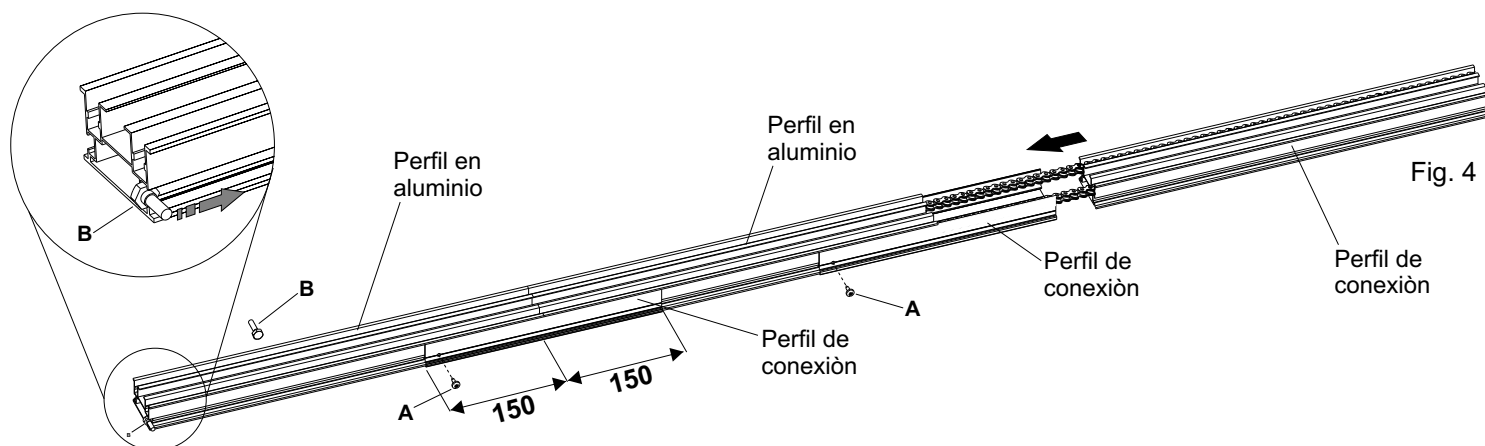
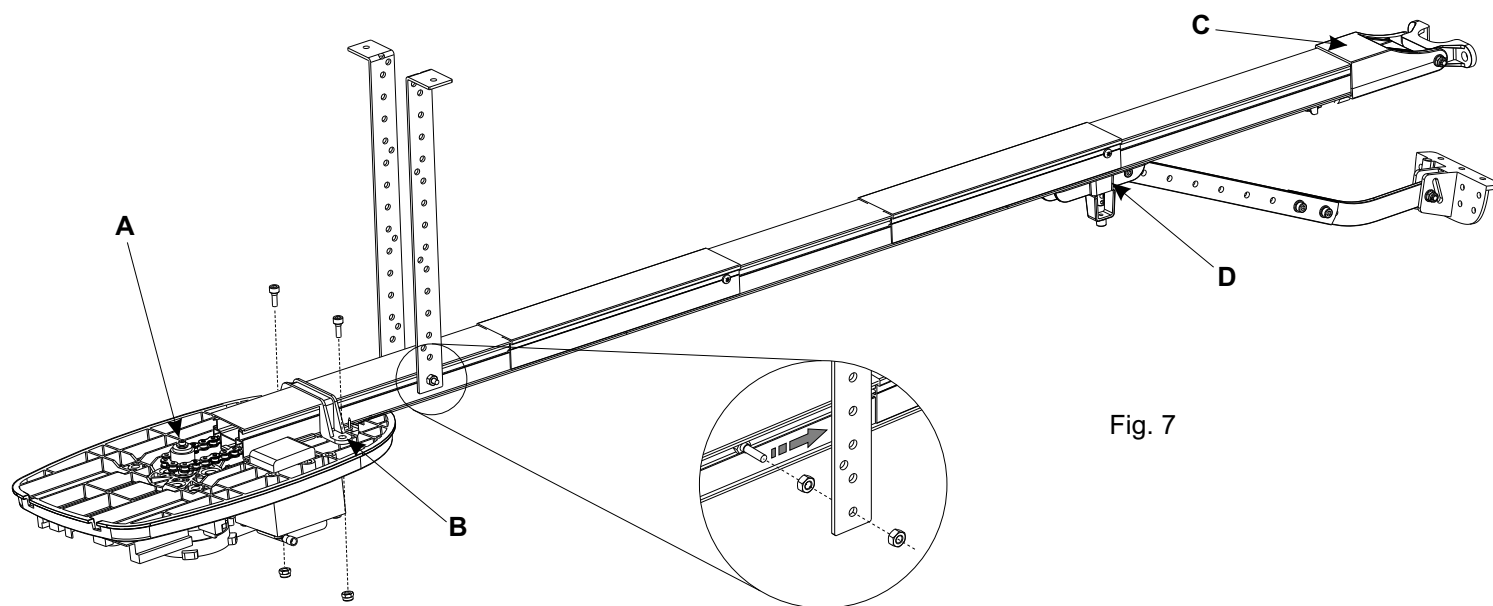

Fig. 4
Fig. 7
- Insertar el perfil de conexión en el perfil de aluminio hasta la mitad de su longitud (150mm) y fijarlo con el tornillo **A**. (Fig. 4).
- Insertar las dos tuercas (**B**) incluidas en el perfil, en los huecos del perfil en aluminio (Fig. 4).
Nota: En la Fig. 4 aparece una pareja de tornillos introducidos en las ranuras que servirán para fijar el Corona S al techo mediante las bridas correspondientes. (Vea también la Fig. 7).
- Asegurarse en que la cadena esté bien engranada en el piñón del cuerpo Corona S (Fig. 7 - A)
- Llevar la guía al tope sobre el cuerpo Corona S y fijarlo con el estribo apropiado. (Fig. 7 - B)
- Fijar en el otro extremo de la guía el soporte conexión anterior (Fig. 7 - C)
Importante: Mantenga la cadena y el soporte de corredera siempre bien lubricado (Fig. 7 - D).